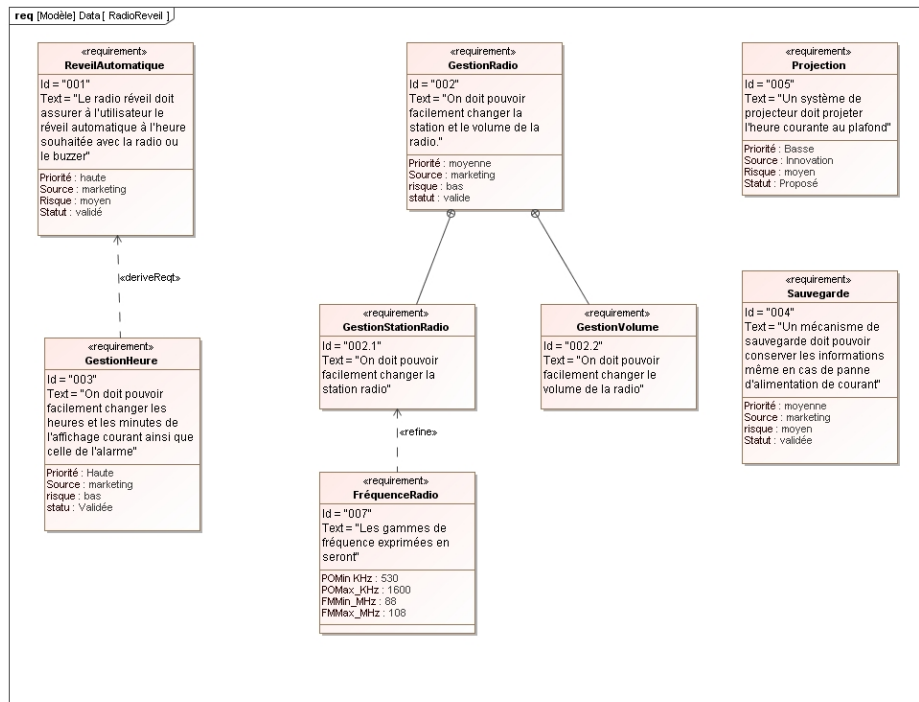

Figure 12 Diagramme des exigences enrichi.
- Placez la bonne association entre GestionRadio et une nouvelle association à créer **GestionVolume** vous devez avoir le diagramme de la figure 12